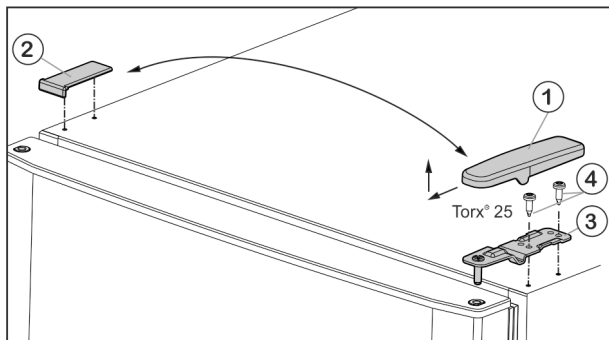

Fig. 5
- ▶ Előre és felfele húzza le a fedelet Fig. 5 (1).
- ▶ Emelje le a fedelet Fig. 5 (2).
- ▶ Csavarozza le az Fig. 5 (3) felső csapágybakját (2 x Torx® 25, Fig. 5 (4)), és felfele húzza le.
- ▶ A felső csapágybakot Fig. 5 (3) helyezze a csuklópánt új oldalán az ajtóba.
- ▶ A felső csapágybakot **erősen (4 Nm-es nyomatékkal)** csavarozza fel - (2 db Torx® 25) Fig. 5 (4). Adott esetben használjon akkus csavarhúzót.
- ▶ A fedelet Fig. 5 (1) kívülről helyezze fel az ellenkező oldalra és pattintsa be.
- ▶ A fedelet Fig. 5 (2) mindig felülről helyezze fel az ellenkező oldalra és pattintsa be.